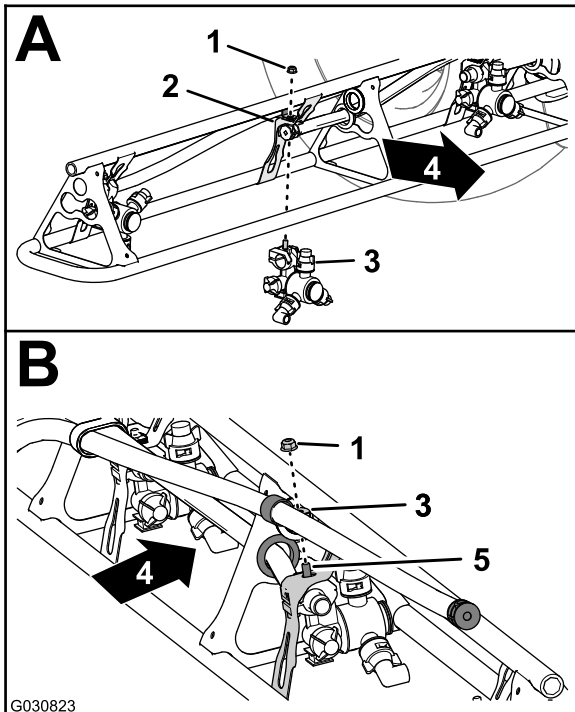

Bild 132
- Montieren Sie an den Düsenpositionen 1 und 4 die Sprühdüse mit der Sicherungsbundmutter (5/16"), die Sie in Schritt 2 in Entfernen der Sprühdüsen von den äußeren Sprühabschnitten \(Seite 57\) entfernt haben, an der Düsenbefestigung (A in Bild 132).
entfernt haben, an der Düsenbefestigung (A und B in Bild 132).